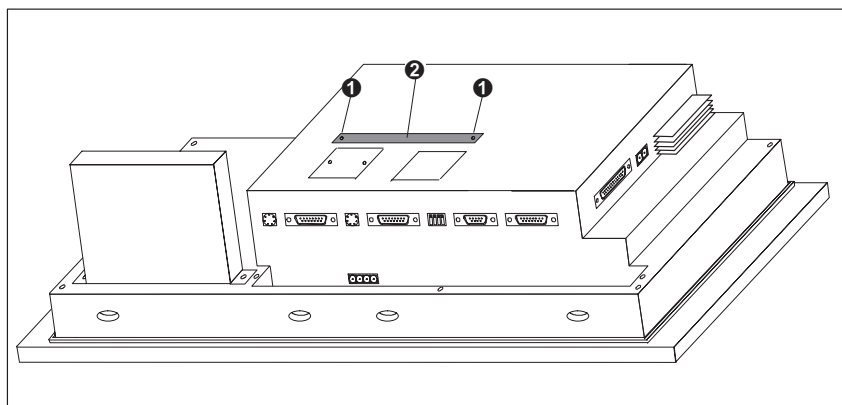

Bild 18-1 Abdeckung abnehmen
2. Lösen Sie zwei Schrauben ❶ und entfernen Sie die im Bild 18-1 mit ❷ gekennzeichnete Abdeckung von der Rückwand des OP. Drehen Sie die Schrauben wieder an gleicher Position in das Gehäuse.
3. Stecken Sie das AT-Erweiterungsslot über die Steckvorrichtung in die Buchse, die sich unter der Abdeckung ❷ in Bild 18-1 befindet.